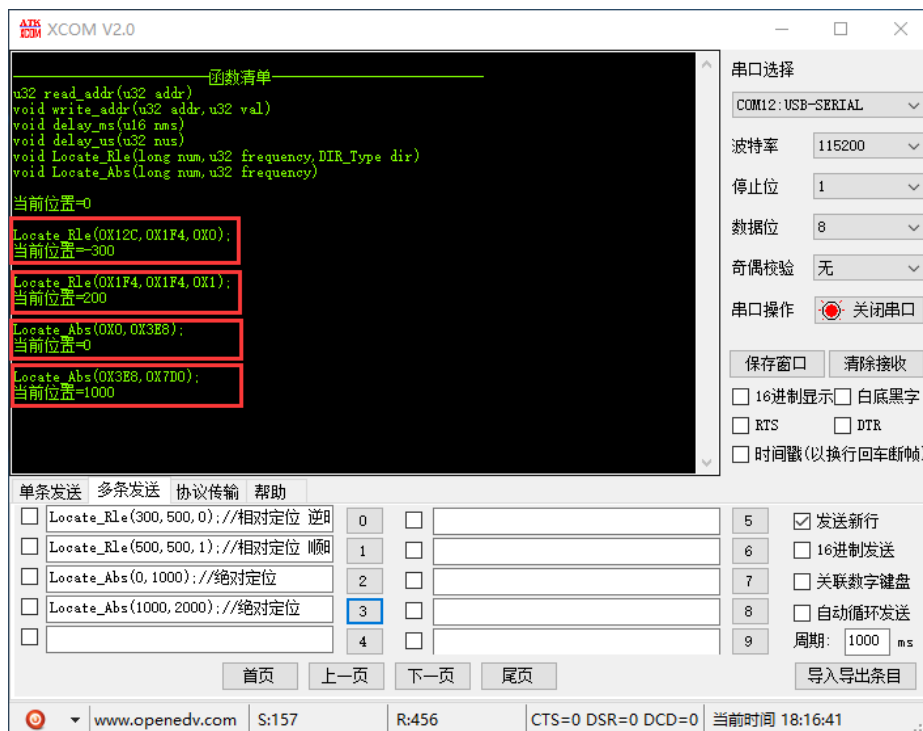

图 5.3.3 串口调用现象
3) 点击发送条目后边的数字就可调用该函数，这儿的相对的定位函数 `Locate_Rle` 最后一个参数用于设置电机旋转方向的，0 (CCW) 表示逆时针方向，1 (CW) 表示顺时针方向，实验时，如果电机旋转方向和设置方向相反，只需更改 `driver.h` 下的 `CW=0, CCW=1`；每调用一次函数，串口打印当前的位置。然后我们依次调用这 4 个函数，根据串口的打印，可以看到当前位置的变化情况，如图 5.3.3 所示：